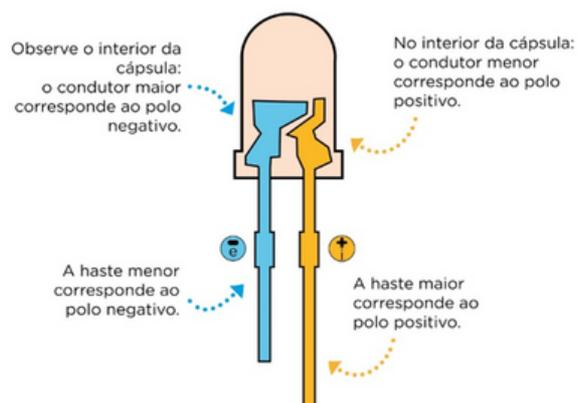

Figura 1. Polaridade de um LED. Fonte: Banco de imagens SEED/DTI/CTE, 2021.
4. Monte o LED, usando fita adesiva transparente. Dobre as pernas do LED em um ângulo de 90 graus e prenda as pernas com a fita adesiva em cima do papel alumínio. A perna longa do LED deverá estar em contato com o lado positivo (+) da fita de papel alumínio (Veja Figura 1)